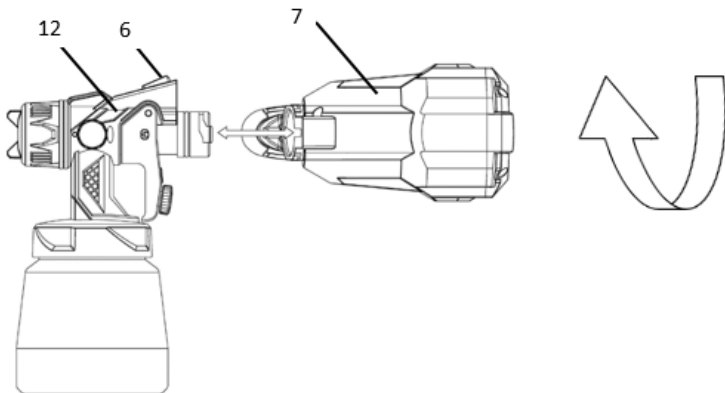

Рисунок 2
Для з'єднання частин потрібно вставити блок нагнітання повітря (7) в блок розпилення (12) і повернути його на 90° за напрямком вказаним стрілкою, Для роз'єднання – натиснути кнопку (6) й повернути у протилежному напрямку (Рисунок 2).